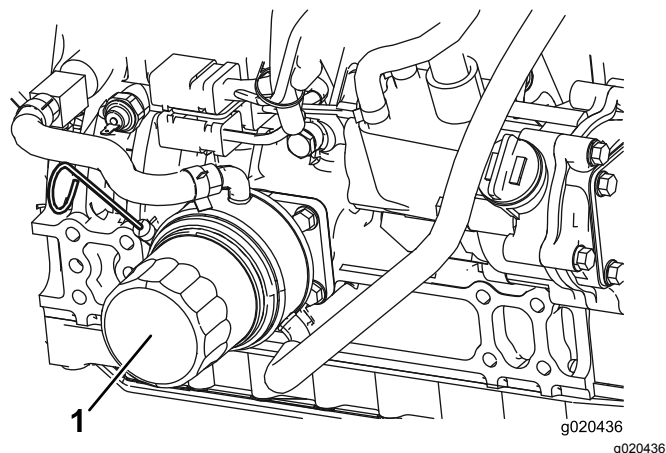

図 34
2. オイルフィルタ図 34 を外す。新しいフィルタのシールに薄くエンジンオイルを塗って取り付け。締めすぎないように注意すること。